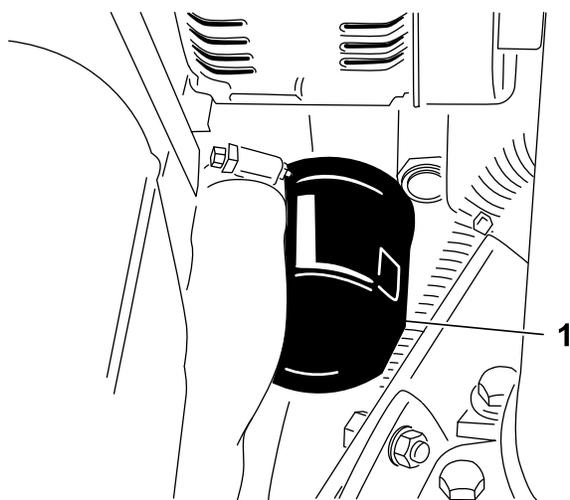

Figura 45
2. Togliete il filtro dell'olio (Figura 45). Applicare un velo di olio pulito sulla tenuta del nuovo filtro prima di avvitare. **Non serrate troppo.**